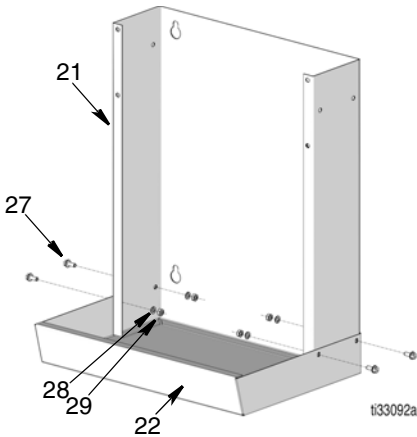

FIG. 5
1. Collegare l'involucro erogatore (21) per scaricare la vasca (22) utilizzando le viti (27), le rondelle di sicurezza (28), i dadi (29) e i fori esistenti. Serrare bene i dadi. (Vedere FIG. 5).